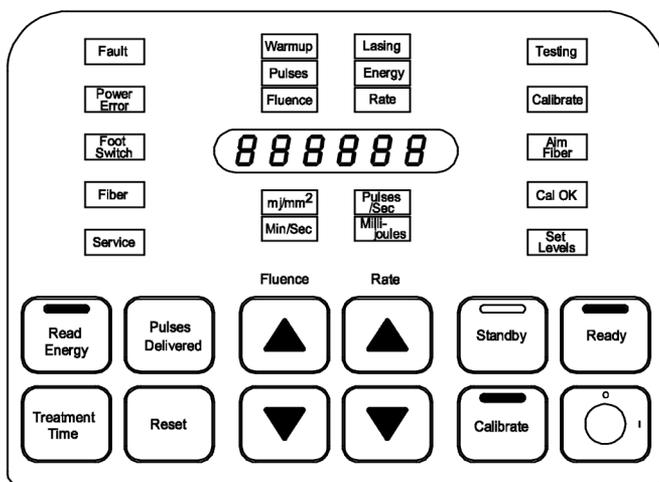

Figure 1
2. La première partie de l'auto-test est un test des témoins lumineux du tableau de commande au cours duquel tous les boutons d'état et les témoins de guidage, à l'exception de la veille, et le témoin d'état vers au sommet du tableau de commande s'allument simultanément pendant environ 5 à 7 secondes. Six chiffres huit (8) sont visibles dans la fenêtre d'affichage. (Figure 1)